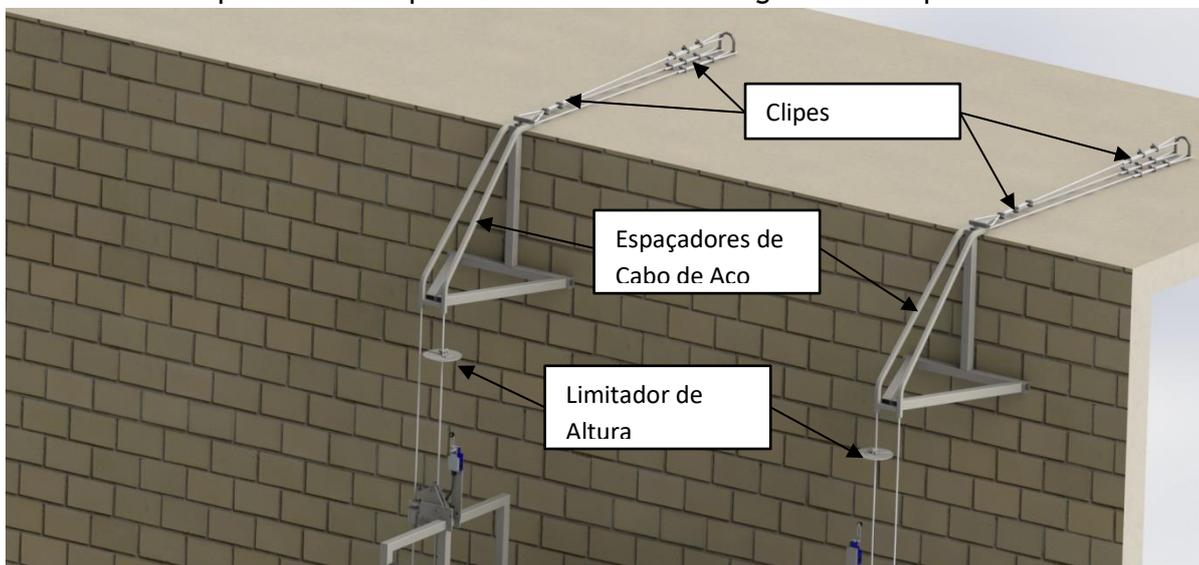

Figura 6
1. Execute a ancoragem do Andaime Balancim, utilizando os Clipes e Espaçadores de Cabo de Aço (ver Figura 6 e 9). **Atentar para que os Cabos de Içamento estejam paralelos entre si.** A responsabilidade por esta atividade é do Engenheiro Responsável da obra.
5. Instale os Limitadores de Altura nos Cabos de Içamento. Esta definição deve ser feita pelo Engenheiro Responsável da obra (ver detalhe na Figura 6).